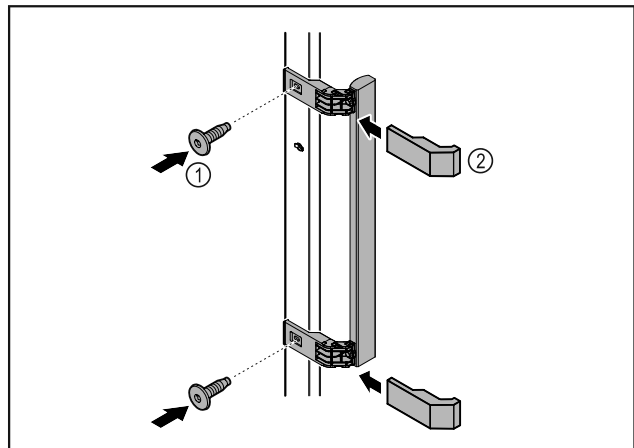

Fig. 44
- Meegeleverde greep met de meegeleverde schroeven Fig. 44 (1) op de deur aanbrengen.
- Afdekplaatje Fig. 44 (2) plaatsen.